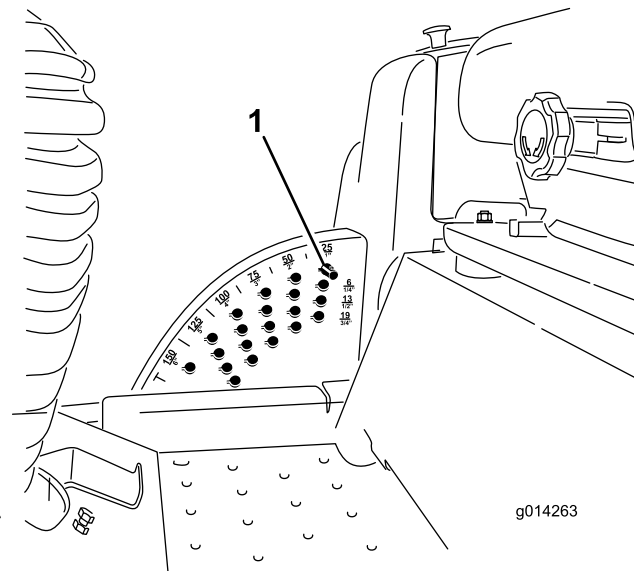

Figura 18
Nota: Para bloquear a plataforma do cortador/cessório numa posição elevada, levante a plataforma passando a posição de 15 cm, retire o pino de bloqueio da altura de corte (consulte Ajustar a Altura de Corte), e coloque o pino na posição da altura de corte de 15 cm (Figura 18).
1. Com o motor a trabalhar empurre para trás o interruptor de elevação da plataforma até que a plataforma de corte esteja completamente levantada e **solte imediatamente o interruptor** (Figura 18).
2. Para ajustar, rode o pino de bloqueio até que o pino do mesmo fique alinhado com as ranhuras nos orifícios no suporte da altura de corte e remova-o (Figura 18).
3. Seleccione um orifício, no suporte da altura de corte, que corresponda a altura de corte desejada, insira o pino e rode-o para o bloquear no lugar (Figura 18).
Nota: Existem duas filas de posições de orifícios (Figura 18). A fila de cima dá-lhe a altura de corte indicada por cima do pino. A segunda fila dá-lhe a altura de corte indicada mais 6 mm. A terceira fila dá-lhe a altura de corte indicada mais 13 mm. A fila de baixo dá-lhe a altura de corte indicada mais 19 mm. Para a posição de 15,2 cm só existe um orifício, colocado na segunda fila. Isto não acrescenta 6 mm à posição de 15,2 cm.